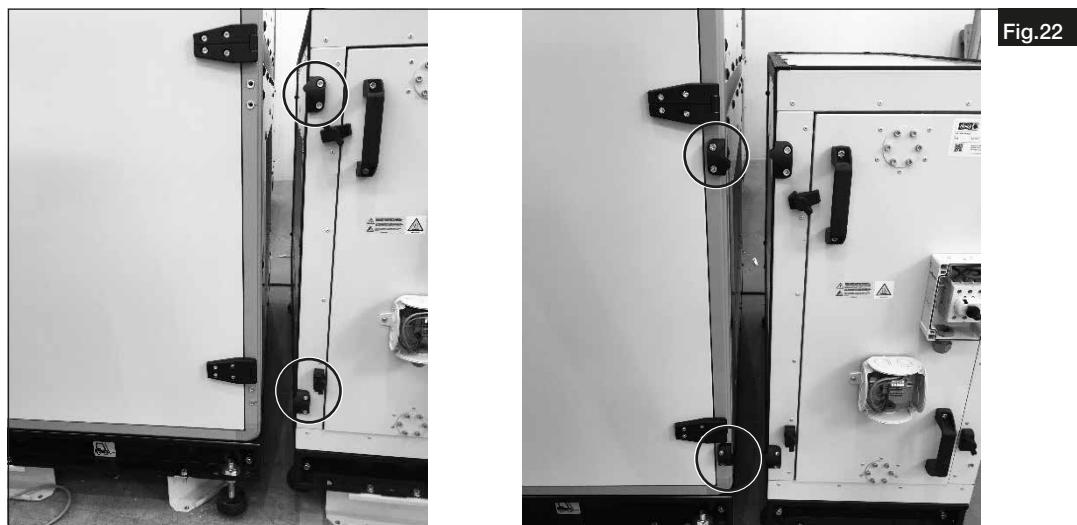

Fig.22
5. Monter les connecteurs de module sur la centrale AIR1 et la batterie de chauffe (voir Fig.22).